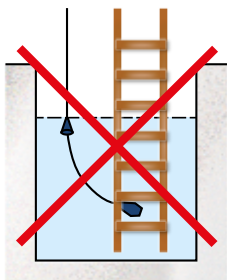

Рис. 4. Учтите: поплавок должен свободно двигаться.
- Точка установки должна выбираться так, чтобы поплавок не мог застрять под или над какой-либо поверхностью или зацепиться за какую-либо конструкцию (рис. 4).